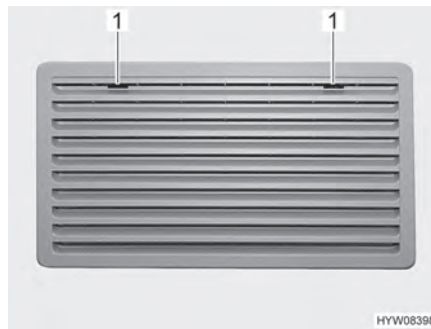
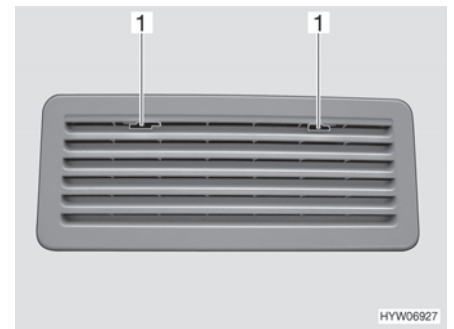

Bild 134 Kühlschrank-Lüftungsgitter (Thetford groß)
Bild 135 Kühlschrank-Lüftungsgitter (Thetford klein)
- Arretierung (Bild 134,1 oder Bild 135,1) zur Mitte schieben.